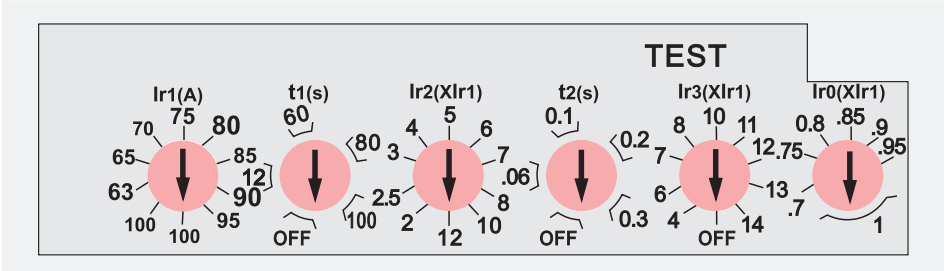
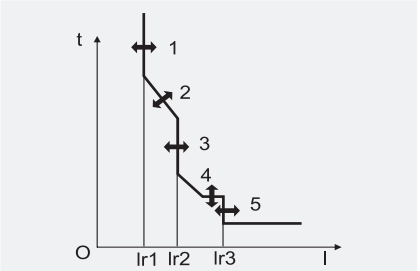

图6
图7
3. HSM2E-125, In=100A电子式脱扣器见图6、图7